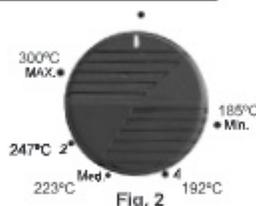

Fig. 2
- 2 - Gire o botão até a posição MAX indicada (Fig. 2);